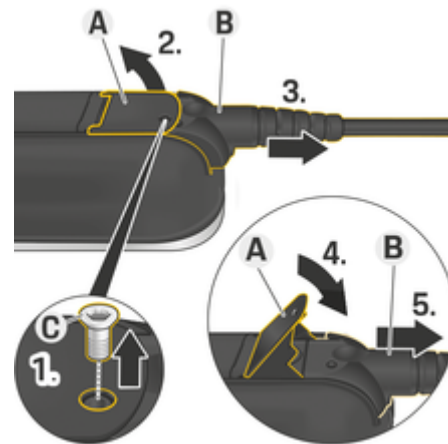

Fig. 235 Løsne kabelen
1. Løsne skruen **C** (Fig. 235) med et egnet verktøy.
2. Løft spaken **A** (Fig. 235).
3. Trekk ut pluggen **B** (Fig. 235) til du kjenner motstand.
4. Lukk spaken **A** (Fig. 235).
5. Trekk pluggen **B** (Fig. 235) helt ut.